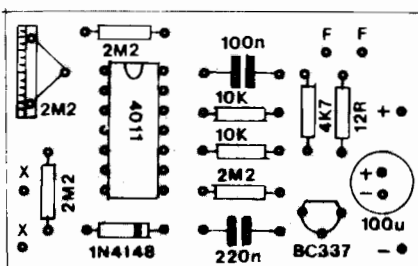

Fig.3
- FIG. 3 - “CHAPEADO” DA MONTAGEM - De acordo com o “velho” e reconhecidamente eficiente sistema adotado por APE para a demonstração visual das montagens, a placa é vista pela sua face não cobreada, com cada uma das principais peças nitidamente identificadas pelas suas formas estilizadas, ou símbolos convencionais, seus códigos ou “nomes”, seus valores, polaridades, etc. Mesmo quem **nunca** antes “tentou” realizar uma montagem, conseguirá posicionar tudo corretamente, utilizando - se preciso - as in-